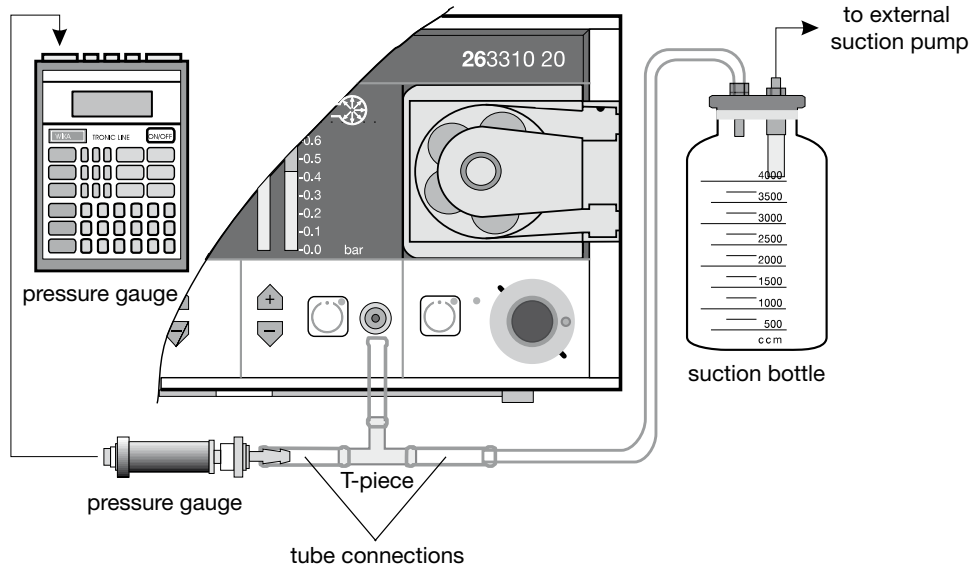

Abbildung 3
- Beaufschlagen Sie den Saugdrucksensor mit -800 mbar, siehe Abbildung 3.
- Schließen Sie die Saugflasche 5 l mit Vakuumschlauchset, das Druckmessgerät und eine externe Saugpumpe (-0,9 bar) an den Sauganschluss des ENDOMAT® nach HAMOU® an, siehe Abbildung 3.